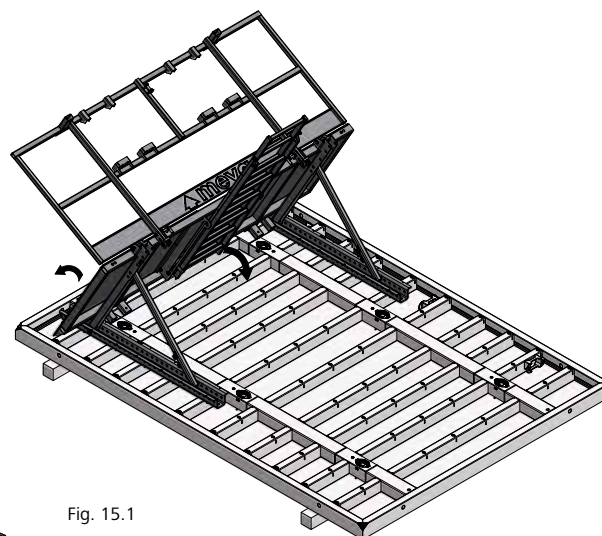

Fig. 15.1
11. Relever la plate-forme équipée du garde-corps arrière de 90° (Fig. 15.1).